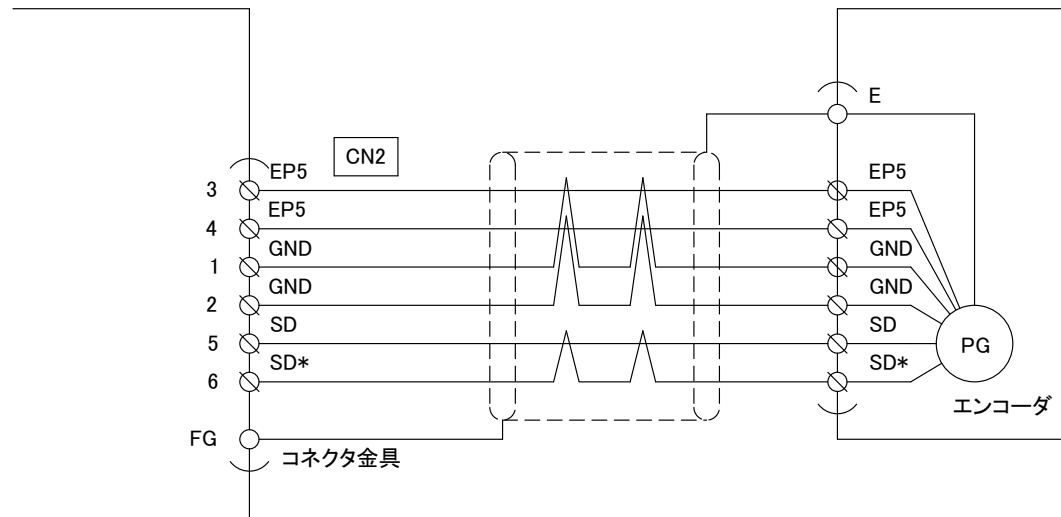

図3-2 シリアルエンコーダ接続図
- 注 6:シリアルエンコーダを使用する場合の接続は、「図 3-2 シリアルエンコーダ接続図」を参照してください。